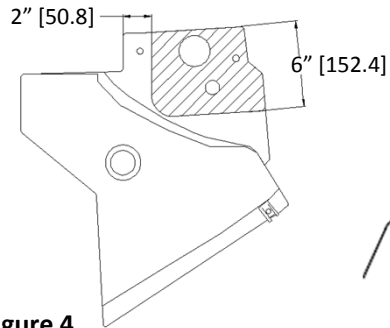

Figure 4
- Découper le panneau décoratif enlevé à l'étape 1 ou le retourner au propriétaire. Obtenir la permission du propriétaire avant le découpage. Marquer la zone à découper au marqueur, puis utiliser un couteau utilitaire pour le découpage. Voir la figure 4. Re-installer le panneau décoratif.